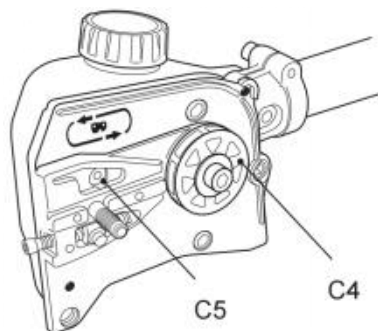

Fig. 70
2. Controleer de oliepoort (C5) op verstoppingen en reinig deze indien nodig om een goede smering van het zaagblad en de zaagketting tijdens het gebruik te garanderen. Gebruik een zachte draad die klein genoeg is om in de olieafvoeropening te steken (Fig. 70).